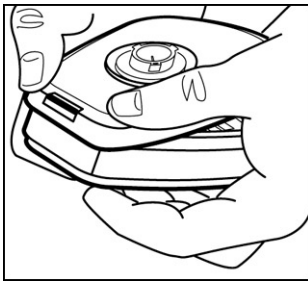

图 4
1. 将滤毒盒上表面与承接座对准，将滤毒盒窄端和承接座按压到一起，以使前搭扣相互咬合，将两只手的大拇指放在承接座的顶部，其余手指放在滤毒盒底部（参见图 4）。